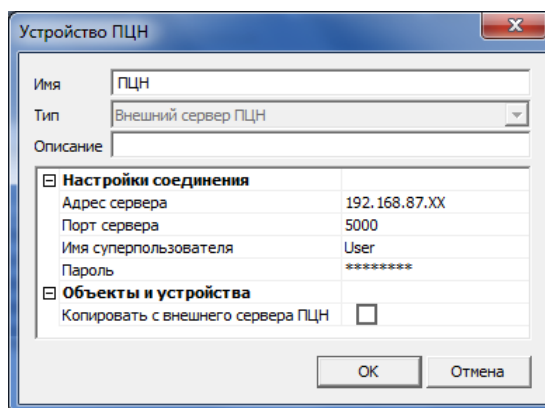

Рисунок 23.3 — Карточка приемно-передающего устройства *Внешний сервер ПЦН*
- В карточке устройства *Внешний сервер ПЦН*, которая создана **на основном сервере STEMAX** (см. рисунок 23.3), укажите **параметры резервного** сервера (статический IP-адрес, TCP/IP-порт подключения программных модулей, имя и пароль суперпользователя), **и наоборот**.